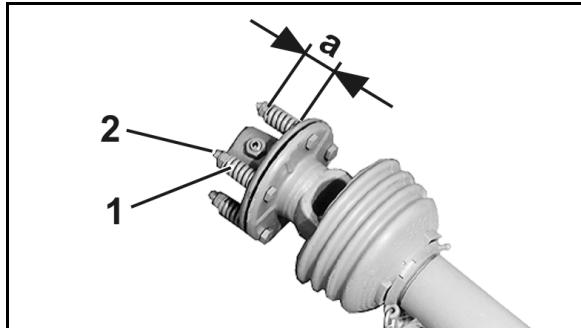

Рис. 75
2. Разгрузите пружины (Рис. 75/1) ослаблением гаек (Рис. 75/2).